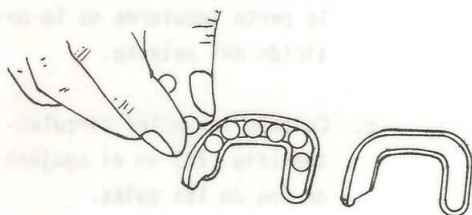

Fig. 23
- f. Coloque las bolas restantes del circuito y compruebe que la guía quede llena (fig. 23).